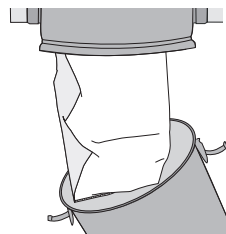

figure 8
1. Pour accéder au sac, défaire les deux attaches de la cuve et la retirer de l'appareil (**figure 8**).